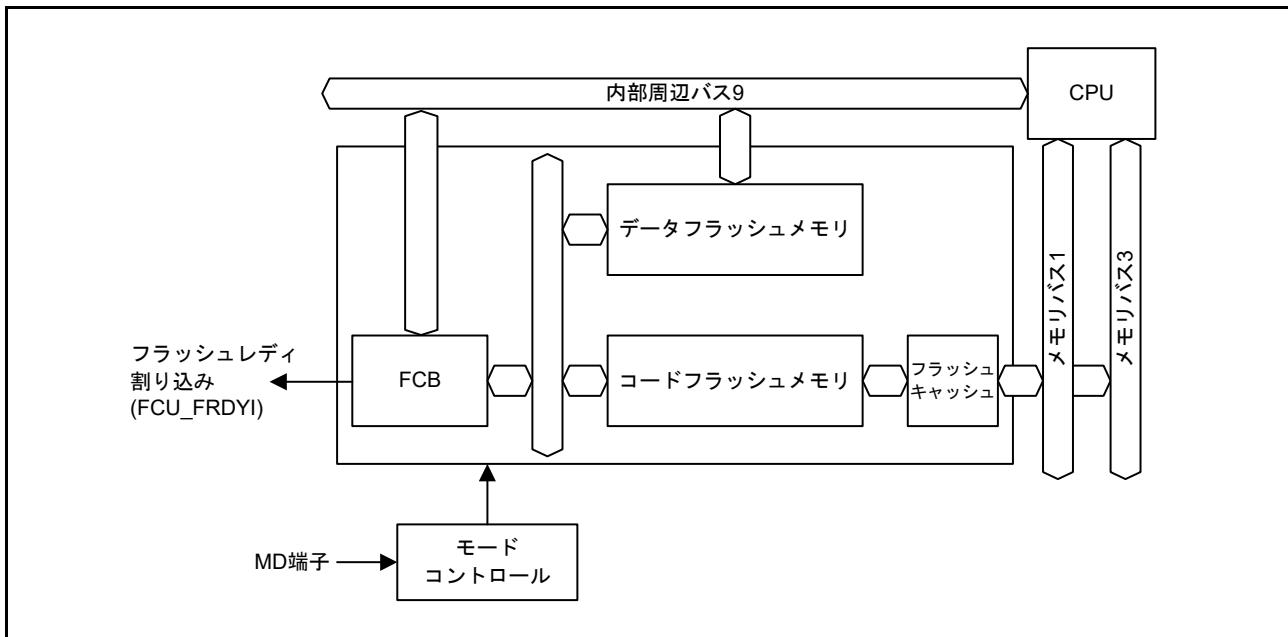
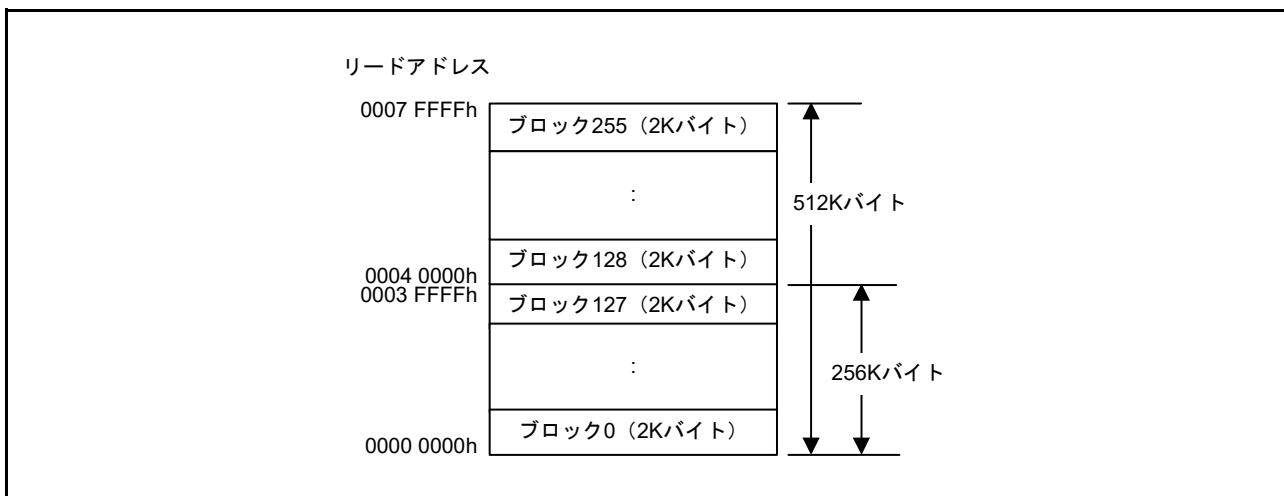
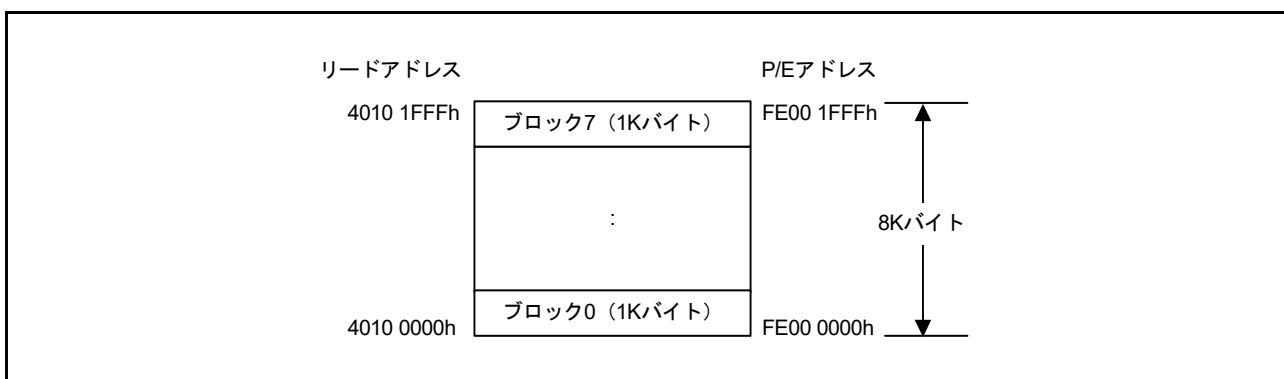

図 43.1 フラッシュメモリ関連モジュールのブロック図
図 43.2 コードフラッシュメモリマッピング
図 43.3 データフラッシュメモリマッピング
**表 43.1** に、コードフラッシュメモリとデータフラッシュメモリの仕様を、**図 43.1** に関連モジュールのブロック図を示します。**図 43.2** にコードフラッシュメモリの構成を、**図 43.3** にデータフラッシュメモリの構成を示します。
図 43.2 にコードフラッシュメモリのマッピングを、表 43.2 にコードフラッシュメモリのサイズ別のリードアドレスおよびプログラム/イレース (P/E) アドレスを示します。コードフラッシュメモリのユーザ空間は 2KB のブロックに分割されており、各ブロック単位でイレース可能です。ユーザ領域は、ユーザプログラムの格納に使用できます。
データフラッシュメモリのデータ領域は 1KB のブロックに分割されており、各ブロック単位でイレース可能です。図 43.3 にデータフラッシュメモリのマッピングを、表 43.3 にデータフラッシュメモリのサイズ別のリードアドレスと P/E アドレスを示します。